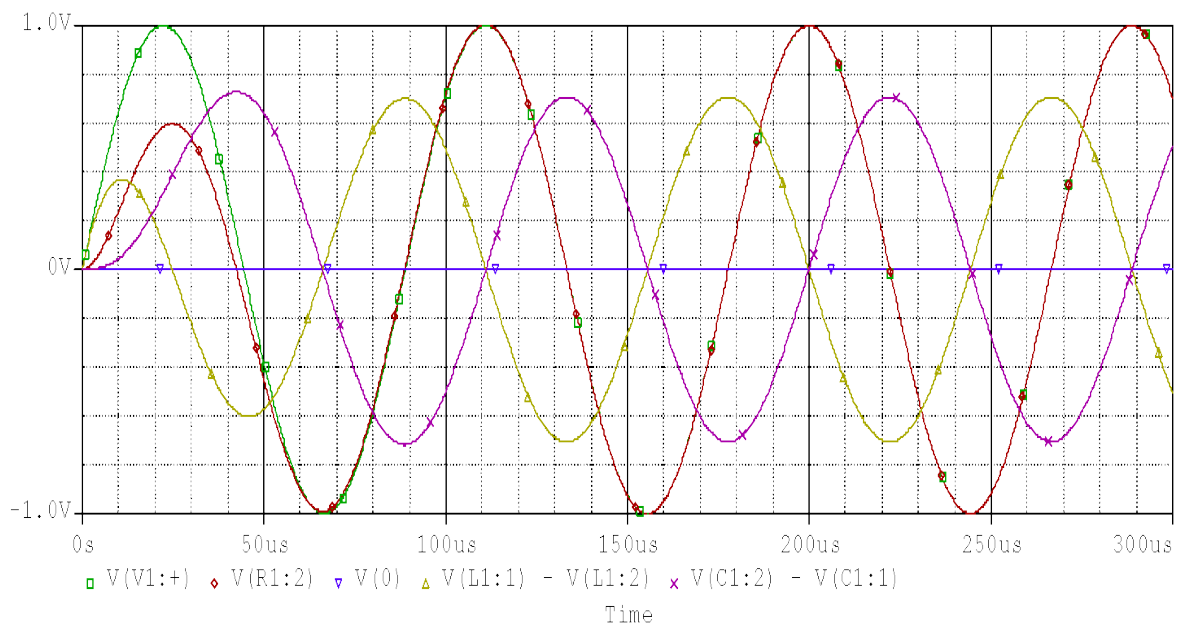

Рисунок 6.8 – Діаграми вхідної напруги і напруг на всіх компонентах RLC -контур
9. Запишіть у вікні *Add Traces* вираз для визначення різниці потенціалів на першому і другому виводі $C1$ та виведіть на екран *Probe* діаграму вхідної напруги і напруг на всіх трьох компонентах кола (рис. 6.8).
На рис. 6.8 в одній системі координат зображені чотири діаграми. Цей метод підходить для двох або навіть трьох діаграм, проте, якщо потрібна більша кількість, то орієнтуватися в них стає досить непросто. У таких випадках в радіотехніці прийнято розташовувати окремі діаграми одну над іншою, зберігаючи їх часове співвідношення. Це можна зробити і в *Probe*. Для того, щоб розташувати чотири діаграми, зображені на рис. 6.8, одну над іншою, кожен у своїй системі координат, потрібно виконати такі пункти.
10. Передусім, видаліть з відкритого в даний момент екрана *Probe* (рис. 6.8) усі напруги за винятком нульової лінії $V(0)$ і вхідної напруги $V(V1: +)$. Щоб видалити діаграму, спочатку треба натиснути на її ім'я (імена діаграм розташовуються внизу вікна *Probe*), яке буде виділено червоним кольором. Після цього ви можете видалити діаграму, натиснувши на клавішу *Delete*.